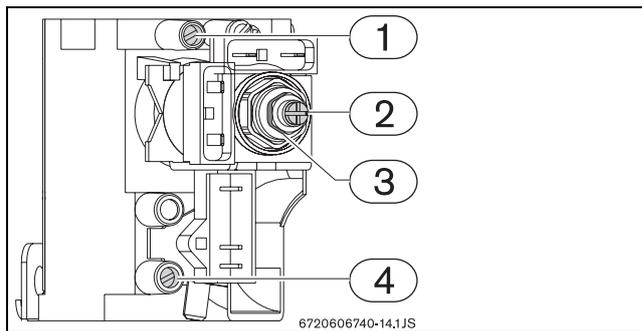

Fig. 5 Punti di controllo/regolazione gas
- ▶ Con una chiave di misura corrispondente, ruotare il dado (→Fig. 5, pos. 3).
- ▶ Tenere fermo il dado (Fig. 5, pos. 3) con una chiave di misura corrispondente.
- ▶ Con un cacciavite **non magnetico** ruotare la vite (Fig. 5, pos. 2).